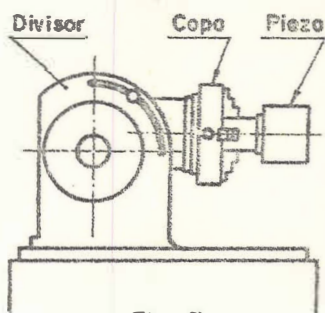

Fig. 3
- Para piezas circulares la sujeción se hace con la copa sobre el cabezal divisor, sin auxilio del contra-punto o con él (este último caso entre puntos, con perro de arrastre y plato de tope) o se sujetan en el plato circular. (Figs. 3, 4 y 5).